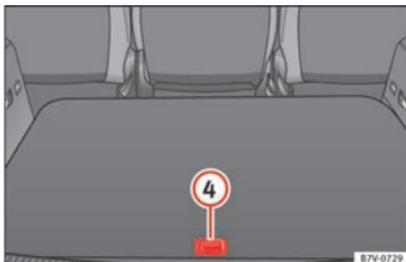

Fig. 188 Outros compartimentos no piso da bagageira.
Abrir o compartimento traseiro » Fig. 188 ④:	▷ Levantar pela pega a parte traseira do piso da bagageira.